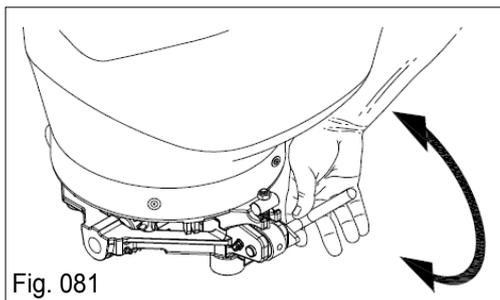

Fig. 081
- Destrave a Base do depósito girando a alavanca para cima (Fig. 081);